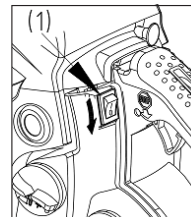

Fig.12
- Mettre l'interrupteur O/I sur O pour éteindre le moteur. Fig.12
Vous pouvez nettoyer le filtre à air toutes les trois à cinq heures d'utilisation par soufflage à l'air comprimé, de l'intérieur vers l'extérieur après démontage. Fig.12